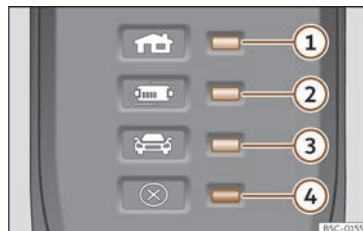

Abb. 67 Am Ladekabel für Netzsteckdosen: Kontrollleuchten in der Schutzeinrichtung.
>>> (Abb. 67):
>>> (Abb. 67) ist der Ladestecker so lange stromlos, bis er in die Ladedose des Fahrzeugs eingesteckt wird.
>>> (Abb. 67) ①, ② oder ③ leuchten grün.
Anzeige >>> (Abb. 67)	Bedeutung
① ④ blinken	Der Hausstecker hat sich stark erhitzt.
② ④ blinken	Die Schutzeinrichtung hat sich stark erhitzt.
Wenn der Ladevorgang mit einem geringeren Ladestrom fortgesetzt wird, blinkt abgesehen von der Betriebsanzeige die Warnleuchte >>> (Abb. 67) ④ rot.
- Sollte es wieder zu einer Abschaltung oder Verringerung des Ladestroms kommen und die Ursache hierfür nicht mit einer externen Wärmequelle in Verbindung stehen, ist darauf zu achten, welche grüne Kontrollleuchte blinkt >>> (Abb. 67). Zur Überprüfung des Lade-
Wenn die rote Warnleuchte ④ blinkt oder leuchtet, ohne dass gleichzeitig eine der Kontrollleuchten >>> (Abb. 67) ①, ② oder ③ die Betriebsanzeige dauerhaft leuchtet, liegt eine Störung vor.